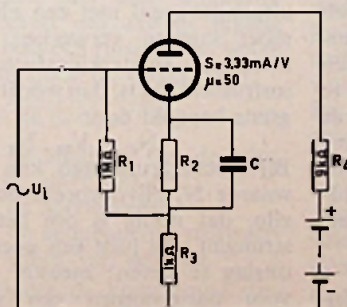

Fig.14
3. De in fig. 14 gebruikte buis is met behulp van de weerstand R_2 van de juiste negatieve roosterspanning voorzien. De impedantie van C mag als verwaarloosbaar klein worden aangenomen. Hoe groot is de ingangsweerstand van de schakeling?